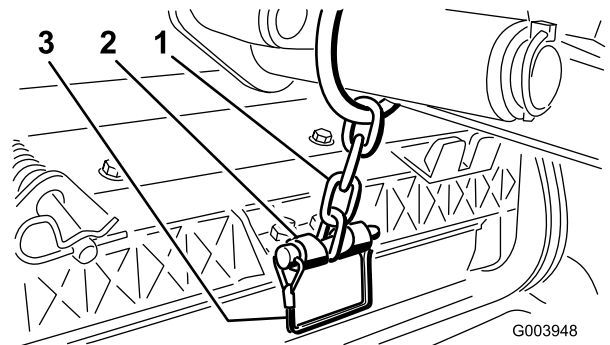

Bild 12
Hinweis: Verwenden Sie den Schlitz, wenn Sie das Mähwerk lenken möchten, oder das Loch, wenn Sie das Mähwerk arretieren möchten (Bild 12).
14. Befestigen Sie die Hubarmkette Ständer mit dem Einraststift an der Kettenhalterung (Bild 12).